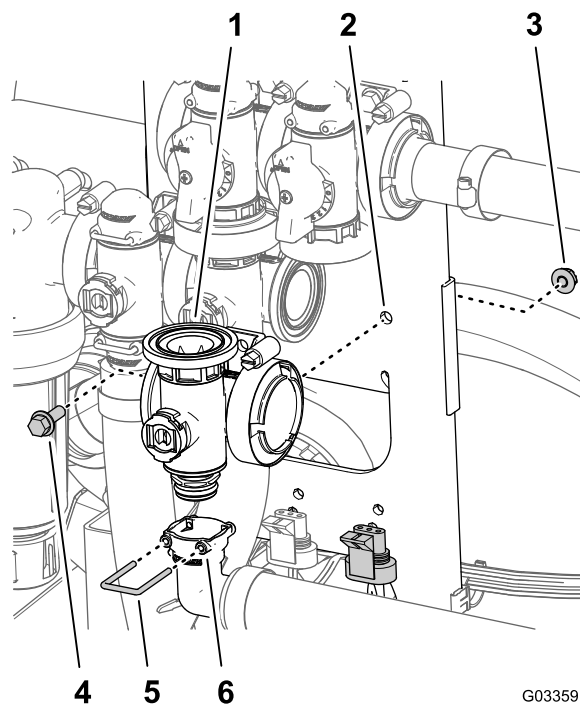

図 103
2. マスターブームバルブ用のマニホールドカップリングに90° 出口フィッティングを固定しているリテーナを外す 図 103。
3. マスターブームバルブをバルブマウントに固定しているフランジヘッドボルト $\frac{1}{4} \times \frac{3}{4}$ "とフランジロックナット $\frac{1}{4}$ "を外してバルブマニホールドを機体から取り外す 図 103。